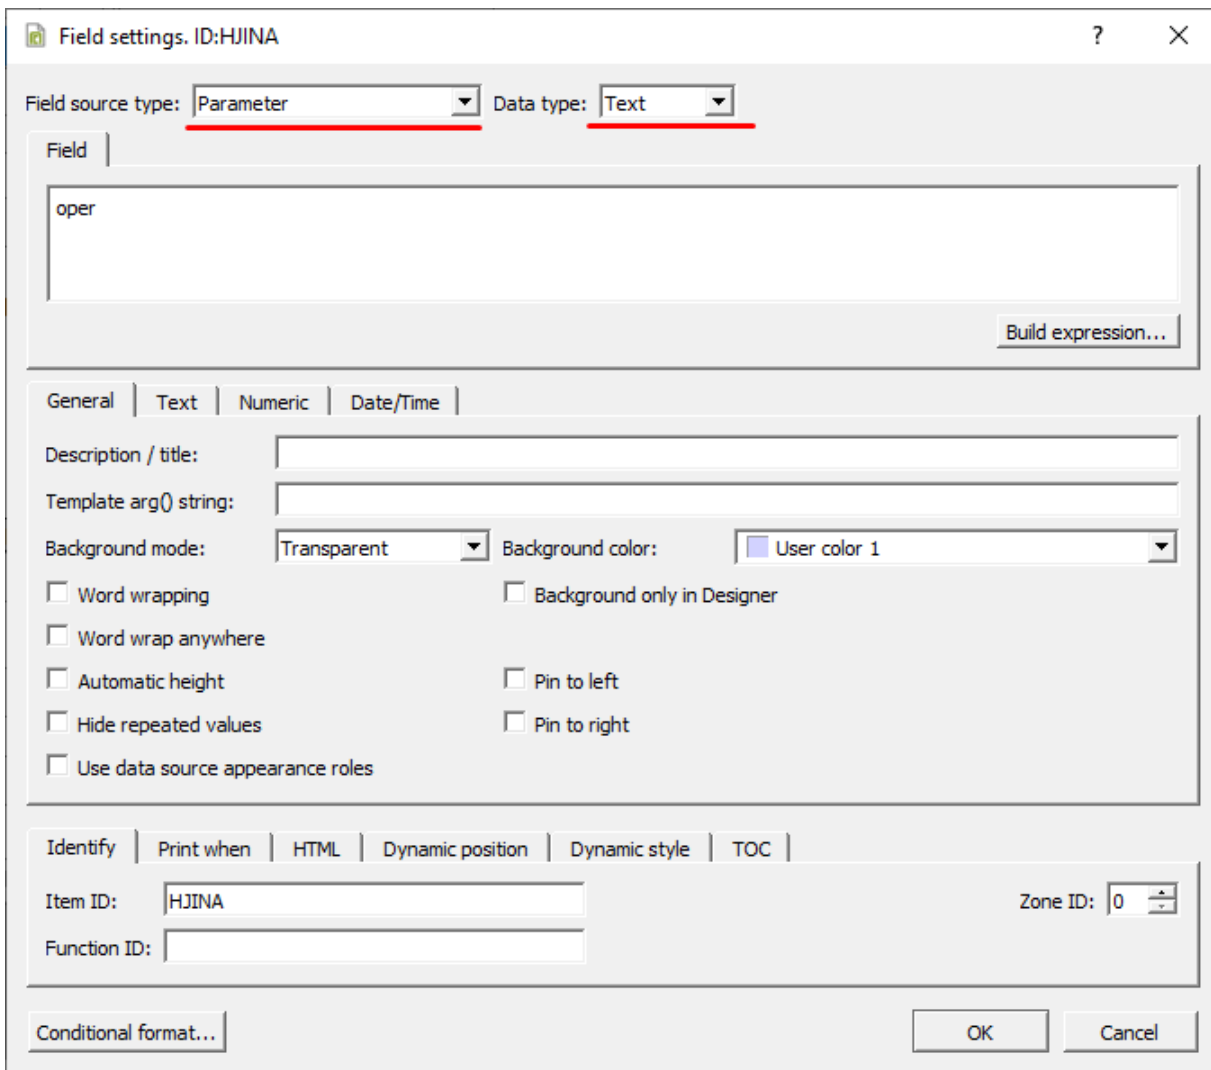

Рисунок 326 - Настройка текстовых данных
4. В графе **Field source type** выберите **Parameter**, в графе **Data type** – **Text** (Рисунок 326).